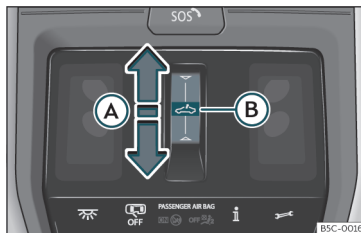

Fig. 83 Nel rivestimento interno del tettuccio: tasto del tettuccio di vetro.
- Movimento automatico: far scivolare il dito indietro sull'area funzionale **fig. 83 (A)**.
- Entro circa 5 secondi dall'attivazione della funzione antischiacciamento, far scivolare il dito in avanti sull'area funzionale  »» fig. 83  e tenere premuto finché il tetto non si chiude completamente.